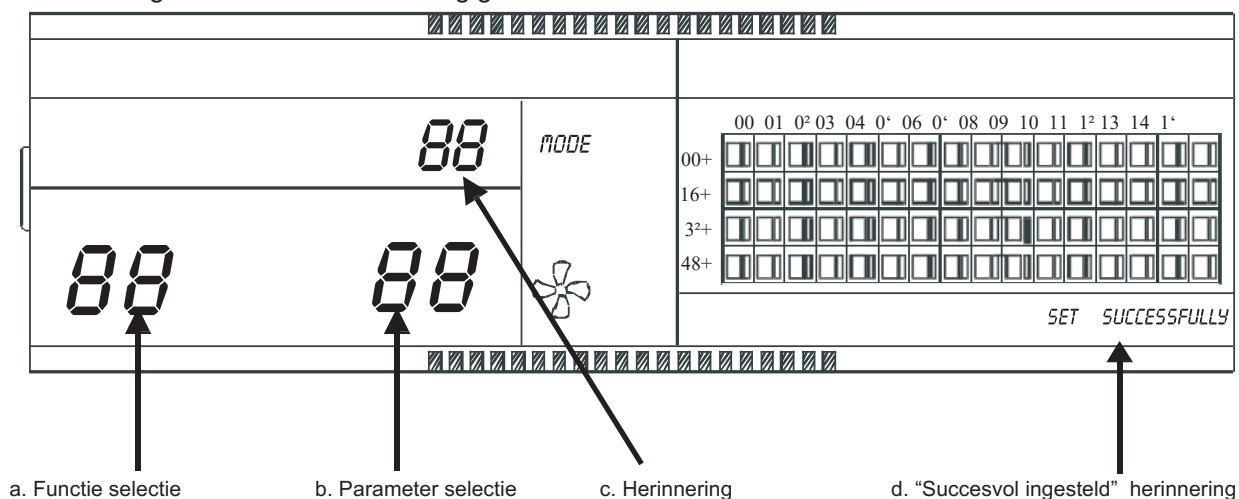

Fig 2.9 Filternet in aanvulling op de stoffunctie omvat ook het tonen van een inhoud
- Zet de DIP-switch 3 op "AAN", selecteer de "Heeft optionele functie" (zie tabel 2.1) en schakel de gecentraliseerde bediening in, druk in 1 minuut op de "QUERY" toets en houd deze ingedrukt en druk vervolgens op de "FAN" toets, ga naar de optionele functie-instelling. De dubbele acht die de functieselectie (Fig.2.9 a) vertegenwoordigt, flinkt met 1Hz frequentie (standaardweergave 00), geeft
- Bij de parameter selectie, zal de dubbele acht die de functieselectie weergeeft verlicht worden, de dubbele acht die de parameter selectie vertegenwoordigt (Fig.2.9 b) zal met 1Hz frequentie knipperen, geeft de optionele parametercode weer. Druk op de toetsen “  ” en “  ” om de gedetailleerde parameter te selecteren.
- Nadat de instelling met succes is uitgevoerd, worden de dubbele acht die de functieselectie vertegenwoordigt en de dubbele acht die de functieselectie vertegenwoordigt verlicht, het scherm geeft "Succesvol ingesteld" weer (Fig. 2.9 d). Na 3 seconden wordt de optionele functie-instelling automatisch verlaten. Het scherm gaat terug naar het normale display.